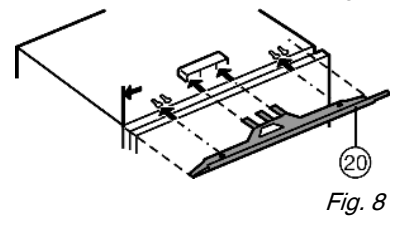

Fig. 8
- ▶ Fije el panel de compensación Fig. 8 (20) del lado del tirador con precisión ← a la pared lateral del aparato: insértela en el asiento de brida y engánchela en los orificios.